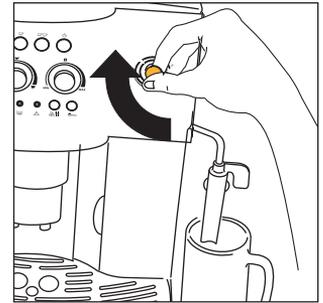
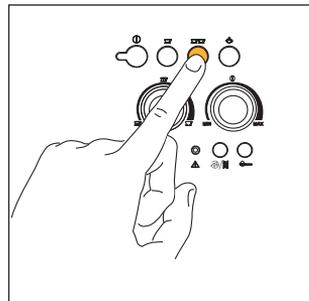
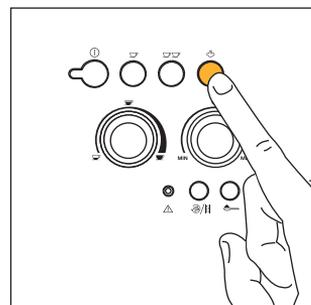
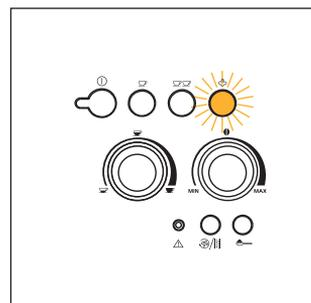

Fig.6
Fig. 13
Fig.21
Fig.22
4. Dopo pochi secondi dal cappuccinatore fuoriesce dell'acqua. Quando la tazza si è riempita di circa 30cc ruotare la manopola vapore di mezzo giro in senso orario (fig.6) fino a fine corsa, in modo da interrompere la fuoriuscita dell'acqua.
- 5) Premere il tasto  (fig. 12) se si vuole fare un caffè oppure il tasto  (fig. 13) se si vuole fare 2 caffè. A questo punto la macchina macina i chicchi, esegue una breve pre-infusione e poi completa l'erogazione nella tazza.
NOTA 4: Mentre la macchina sta facendo il caffè, l'erogazione può essere fermata in qualsiasi momento premendo il tasto ☺ (fig. 12) oppure ☹☹ (fig. 13) precedentemente selezionato.
NOTA 5: Appena terminata l'erogazione, se si vuole aumentare la quantità di caffè nella tazza, basta tenere premuto il tasto ☺ (fig. 12) oppure ☹☹ (fig. 13) precedentemente selezionato fino ad ottenere la quantità desiderata (questa operazione deve essere eseguita entro 3 secondi dal termine dell'erogazione).
- Per interrompere la fuoriuscita di acqua calda, ruotare la manopola in senso orario fino a fine corsa (fig. 6) e riportare il cappuccinatore nella posizione originale verso il centro della macchina. (Si consiglia di erogare acqua calda per non più di 2 minuti di seguito).
- Poi premere il tasto vapore (fig. 21). La spia ☞ (fig. 22) inizia a lampeggiare per indicare che la macchina si sta preriscaldando.
- Raggiunta la temperatura desiderata, interrompere l'erogazione del vapore ruotando la manopola vapore in senso orario fino a fine corsa (fig. 6) e premere il tasto vapore ☞ (fig. 21) per disattivare la funzione vapore.
NOTA 1: subito dopo aver preparato il cappuccino e una volta disattivata la funzione vapore premendo il tasto vapore ☞ (fig. 21), se si preme il tasto ☞ (fig. 12) o ☞☞ (fig. 13) per richiedere nuovamente caffè la macchina ha una temperatura troppo elevata per fare il caffè (le spie verdi ☞ e ☞☞ lampeggiano per indicare che la temperatura non è idonea): è necessario attendere una decina di minuti fino a che la macchina si raffreddi un po'.